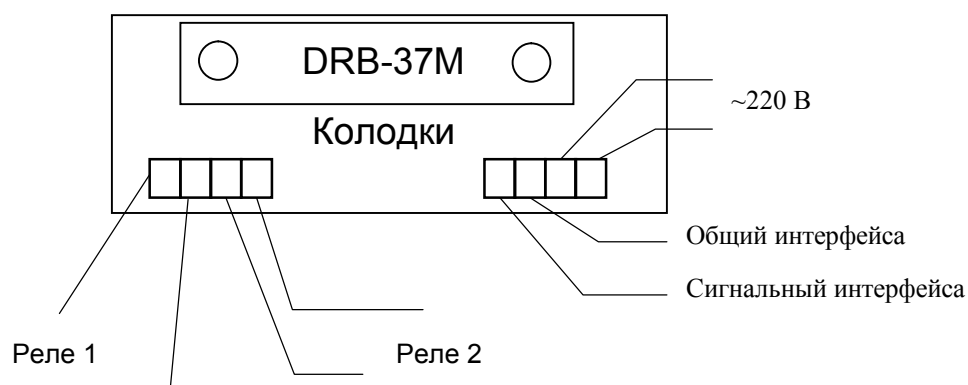

Рис.2. Схема подключения.
«CL № / T» - калибровка ИТ при $t = 0^{\circ}\text{C}$, выбор канала производится кнопками "↑", "↓" (выбор канала с номером "0" означает, что будет производиться калибровка всех каналов). Для калибровки необходимо выдержать датчик температуры на соответствующем канале (кроме термопреобразователей с унифицированным токовым выходом) в водо-ледяной смеси не менее 10 минут (для калибровки термометров сопротивления можно использовать магазин сопротивлений, класс точности не хуже 0.05, а для термпар - источник калиброванного напряжения). Для калибровки при типе датчика 6, 7, 11 (термопреобразователи с унифицированным токовым выходом) необходимо на вход ИТ (см. рис. 2) подать ток 5 мА для типа датчика 6, для типа датчика 7, 11 – 20 мА (далее отличий нет).
«Ur № / T» - коррекция внутреннего ИОН по калиброванному напряжению. В этом режиме производится коррекция внутреннего источника опорного напряжения (ИОН), для этого необходимо установить на выбранном канале (или на всех каналах) тип датчика 4 (ХА) или 5 (ХК), на выбранный канал (или на все каналы) от источника калиброванного напряжения подать напряжение V_{ref} в диапазоне 40 – 50 мВ (схема подключения как термопара: "минус" подключить к GND, "плюс" - к UDi-, где $i=1, 2$, см. рис. 2) и подождать 40 секунд. Затем необходимо с помощью редактирования параметра (длит. «O») ввести значение поданного калиброванного напряжения в мВ (например - «48.45») и закончить редактирование длительным нажатием кнопки «O», через непродолжительное время на нижней строке индикатора должна отобразиться измеренная
5.6.2.1 Подключить к поверяемому ИТ магазин сопротивлений, имитирующий первичные датчики. Входы всех используемых каналов измерения должны быть подключены параллельно друг другу, неиспользуемые входы должны быть заглушены согласно рис. 2. Определить установленный при настройке прибора тип термодатчика. Выставить на магазине сопротивлений величину, равную сопротивлению термодатчиков в 0 °С. Перевести ИТ в режим автоперебора каналов. Если в процессе перебора каналов не возникает сообщений об ошибках, то прибор работоспособен.
6.2 Электрические соединения с сетью, датчиками температуры осуществляется через клеммные колодки и разъемы DB37M, расположенные на задней панели прибора (см рис. 2).